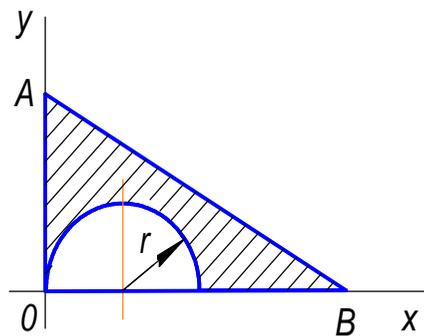

Рис. 1.37
1.45. Из однородной пластины в виде треугольника  $OAB$  с основанием  $OB = 60$  см и высотой  $OA = 45$  см вырезан полукруг радиуса  $r = 20$  см. Определить в см координату  $x_C$  оставшейся части треугольника (рис.1.37)